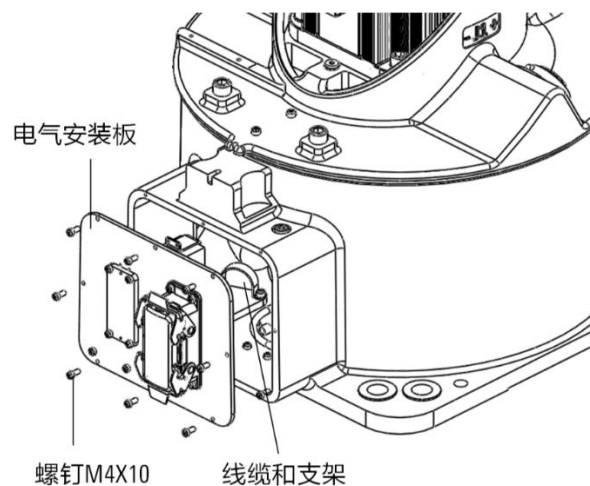

图 12-2 底座内部线缆
- 步骤1. 拆卸电器安装板, 如图 12-2 所示, 抽出底座内部线缆。安装板, 如图 12-2 所示, 抽出底座内部线缆。